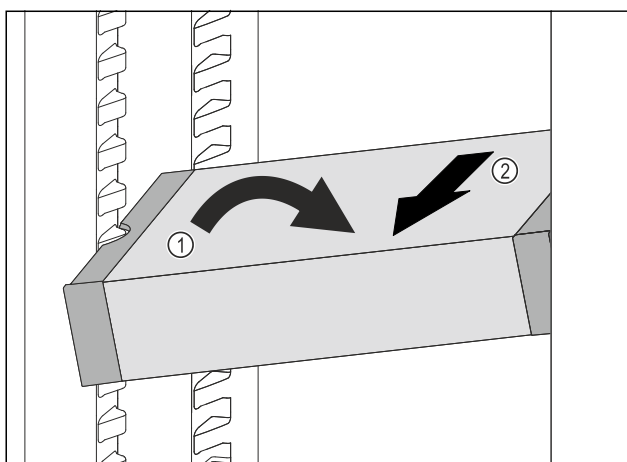

Fig. 90
- Impostare il vano frigorifero di VarioSafe ad angolo. Fig. 90 (1)
- Rimuovere VarioSafe tirando in avanti. Fig. 90 (2)